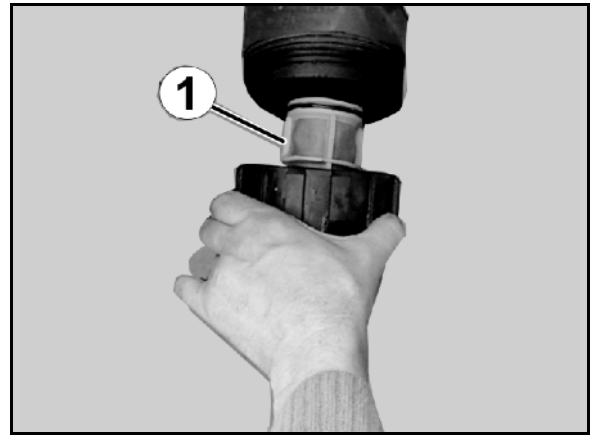

图 145
2. 取出压力过滤器（图 145/1）并用水清洗。
5. 取出压力过滤器（图 145/1）并用水清洗。